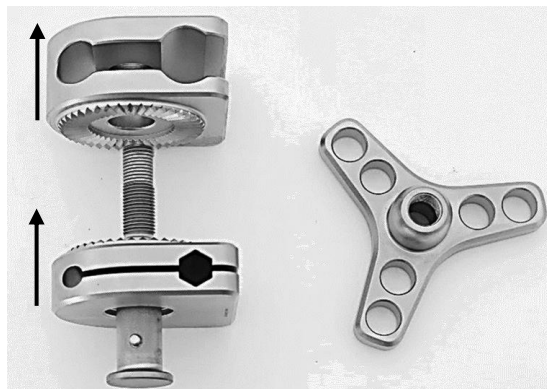

Abb. 21
Zuerst das obere Klemmstück (2) von der Gewindestange (4) ziehen, dann das untere Klemmstück (3) entfernen (Abb. 21).